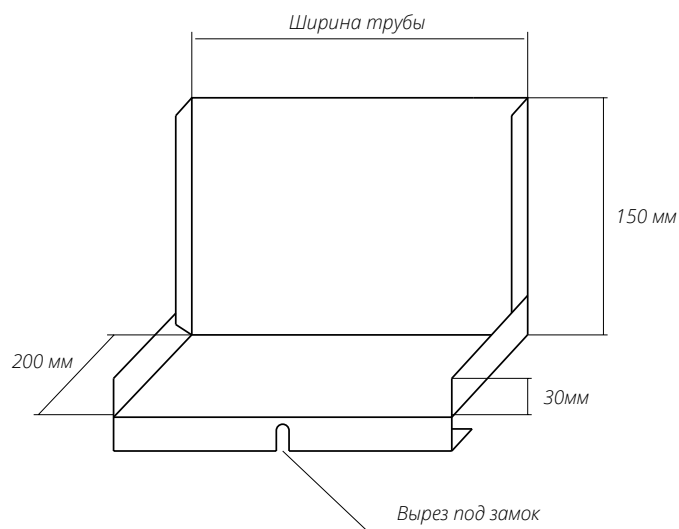

Рис. 5
- Произведите подготовку Планки примыкания к трубе нижней согласно развертке (рис. 5) Сделайте вырез под замок.